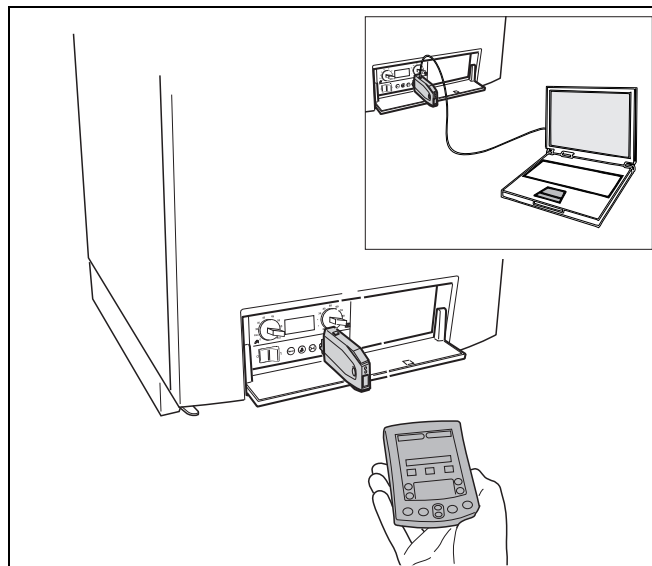
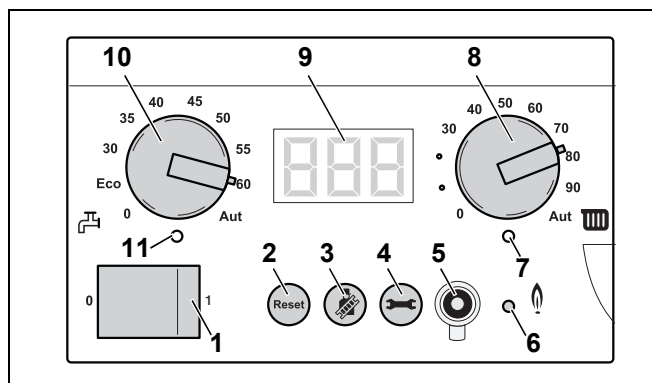

Bild 57 Service-Tool anslutet till värmepannan
Bild 58 Grundkontroll BC10
För att kunna registrera, analysera och åtgärda ett fel mer målinriktat, snabbare och enklare är det möjligt att ansluta instrumentet Service Tool (bild 57) till värme-pannan via anslutningen Service Connector (bild 58, pos. 5).
- Öppna manöverpanelen genom att trycka på den och ta bort skyddet på BC10 (se bild 29, sidan 29 och bild 58, pos. 5).
Lysdioden för brännare (på/av) (bild 58, pos. 6) lyser när värmepannans brännare är i drift och slocknar när brännaren stängs av.
Lysdioden för värmekrav (bild 58, pos. 7) tänds när styrenheten aktiverar ett värmekrav och slocknar när värmekravet inte finns mer.
Med vridknappen för maximal pannvattentemperatur (bild 58, pos. 8) kan den övre gränstemperaturen för pannvattnet ställas in. Enheten är °C.